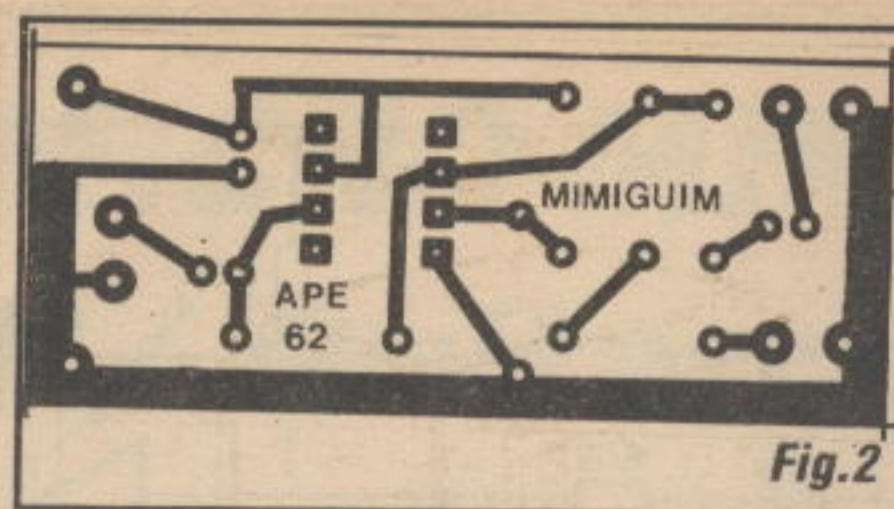

Fig.2
- FIG. 2 - LAY OU DO CIRCUITO IMPRESSO ESPECÍFICO - A placa do impresso é pequena e simples, na sua configuração de ilhas e pistas cobreadas, conforme mostra o diagrama de traçagem (tamanho natural...), na figura... Observar que três das bordas da placa encontram-se cercadas por uma barra de terra mais larga, que funciona como blindagem geral, ajudando na prevenção contra a captação de zumbidos ou interferências... Embora *descomplicado* no seu padrão, e também pouco *congestionado*, o impresso deve ser confeccionado com todos os cuidados já exaustivamente descritos em matérias anteriormente vistas em APE... Pela *enésima* vez, lembramos que da perfeição do circuito impresso depende **mu**ito o sucesso de *toda e qualquer* montagem eletrônica... Em circuitos de áudio, que trabalhem com sinais de nível muito reduzido, submetidos a amplificação de elevado ganho (como é o caso do **MIMIGUIM**...), tais cuidados devem ser redobrados...! Aos principiantes recomendamos buscar subsídios extras nas **INSTRUÇÕES GERAIS PARA AS MONTAGENS** (encarte permanente de APE...), sempre *lá*, para ajudar nas dúvidas, fornecer *dicas* e lembrar os *esquecidinhos*...